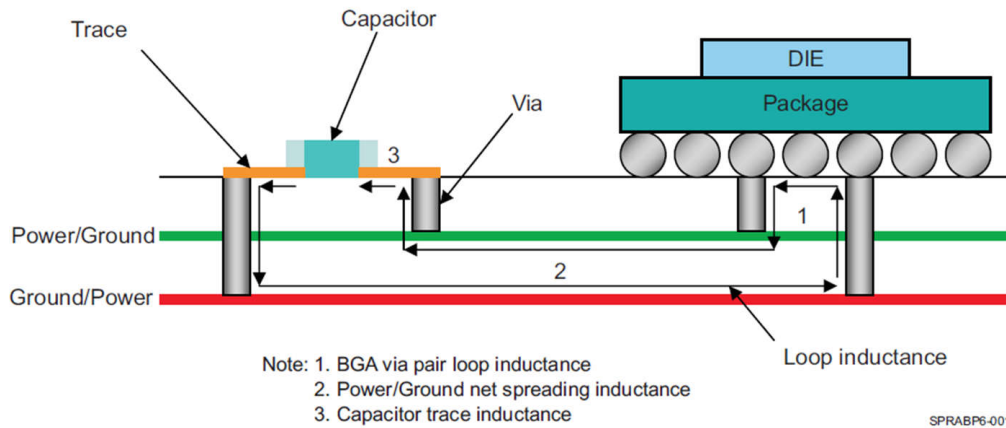

图 2-1. 通过优化 PCB 中的层分配来更大限度地减小环路电感
- 使电源平面和接地平面对尽可能靠近 PCB 顶部和底部表面（请参阅图 2-1）。这有助于更大限度地减小去耦电容器、过孔和电源/接地层对的相关环路电感，从而扩展环路电感。
除了与在 PCB 上放置电容器相关的贴装电感和电阻外，去耦电容器的有效性还取决于电容器相对于负载的扩散电感和电阻。扩散电感和电阻在很大程度上取决于 PCB 堆叠中的层分配（请参阅图 2-1）。